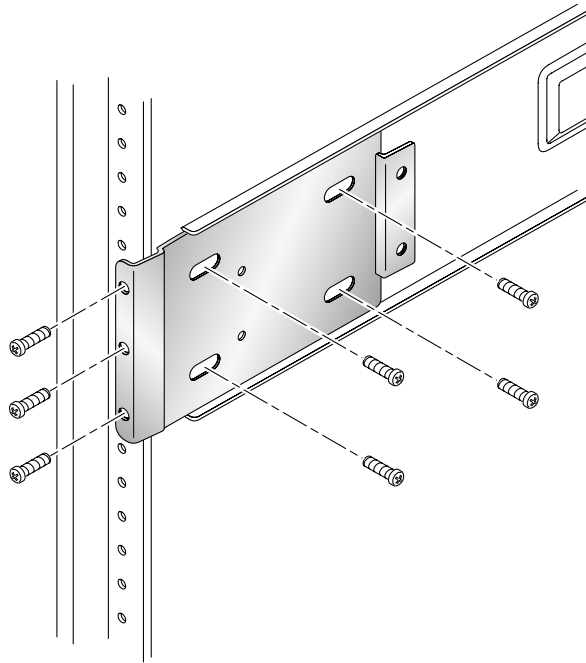

図 6 サイドレールの背面側留め具の取り付け
- c. サイドレールに背面側留め具を固定している 4 本のネジを緩めます (図 6)。
3. サイドレール背面側の 3 つの穴と、キャビネット背面の取り付け用レールのラック単位 (RU) 3 つ分の穴を合わせます (図 6)。